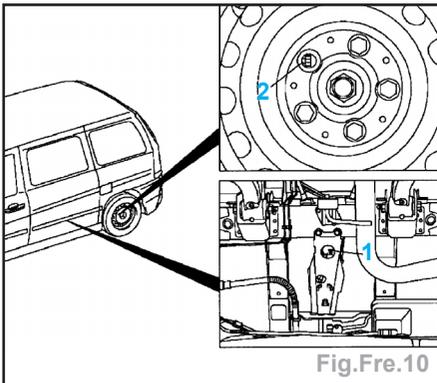

Fig.Fre.10
- Détendre les câbles de frein de stationnement à l'aide de la vis de réglage (1) (Fig.Fre.10).